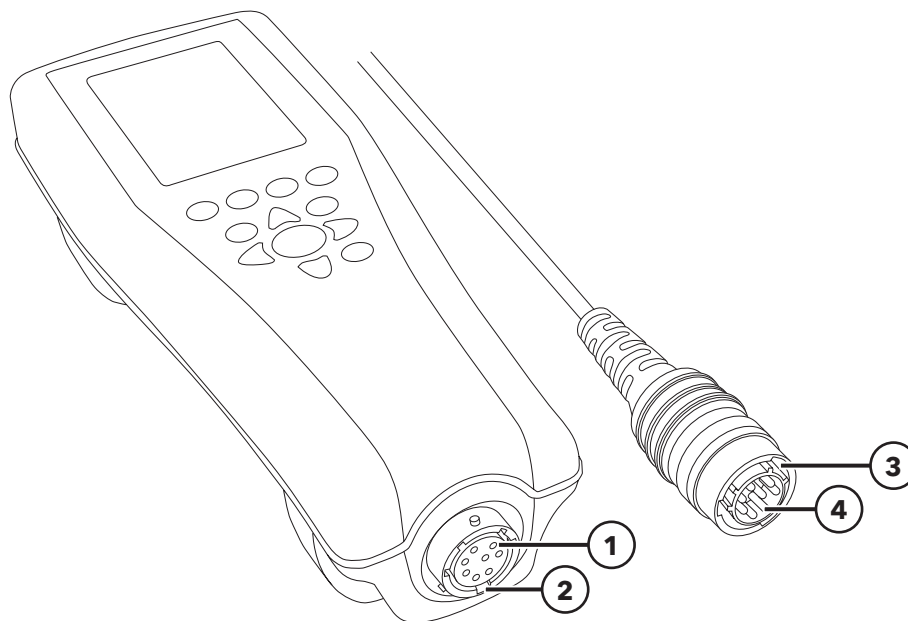

Figura 6 Conectores con llave
Los conectores del cable de especificación militar (MS) están enchavetados para un apareamiento positivo y para prevenir daños en el conector (Figura 6). El dispositivo de mano conserva su grado de impermeabilidad IP-67 cuando se desconecta el cable. Sin embargo, los conectores no se pueden acoplar en húmedo y deben estar limpios y secos antes de conectarlos.